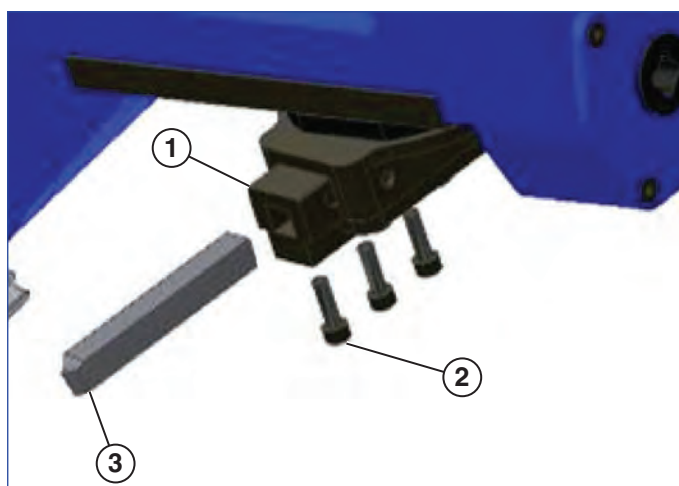

Figura 7
5. Installare la placchetta dell'attrezzo dentro al blocco porta-utensili (**vedere la Figura 7**). Accertarsi che lo spigolo tagliente sia rivolto lontano dalle viti della placchetta dell'attrezzo. La posizione della placchetta dell'attrezzo deve essere tale che la posizione della placchetta dell'attrezzo sia tale che circa 12,7 - 19,1 mm di questo si estenda oltre il fondo del blocco porta attrezzo, e a questo punto stringere le 3 viti di regolazione della placchetta dell'attrezzo.